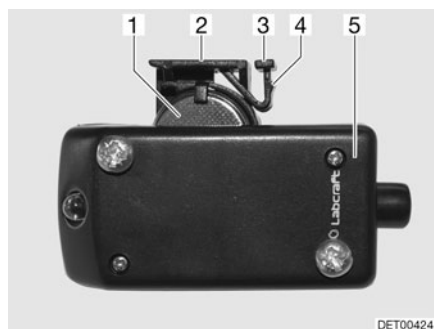

Fig. 238 Lámpara del armario ropero con el compartimento de la pila abierto
- En el lado superior de la lámpara del armario ropero (Fig. 238,5), empujar la orejeta de sujeción (Fig. 238,3) cuidadosamente hacia atrás. Queda libre la saliente (Fig. 238,4) de la orejeta de sujeción.
- Extraer el portador de la pila (Fig. 238,2) hacia arriba.
- Sacar la pila botón (Fig. 238,1) del portador de la pila.